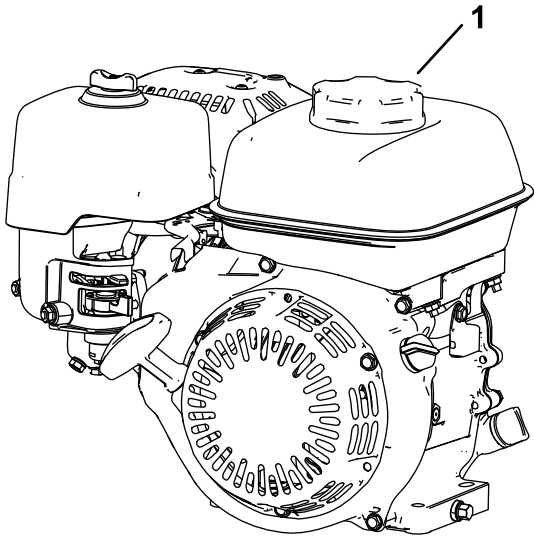

图 17
- 清理燃油箱盖附近的区域从油箱上取下盖子图 17。向油箱加油至油箱加油颈的底部请参阅发动机《操作员手册》。